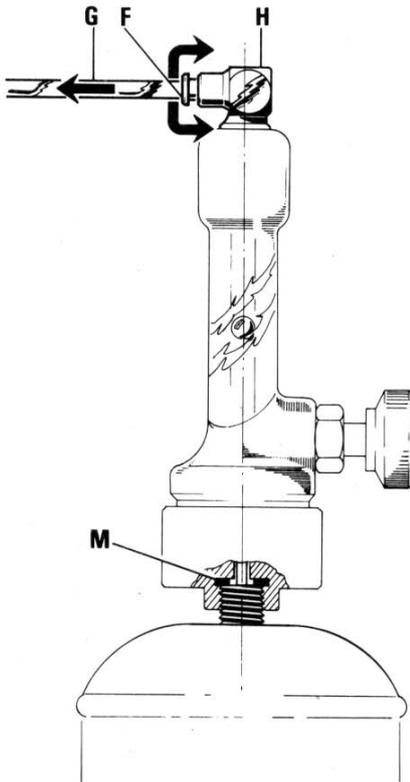

Bild. 4
- Wirken Sie auf dem Ring F in Pfeilrichtung (Bild 4) und ziehen Sie den Gasschlauch G aus der Schnellkupplung H raus.